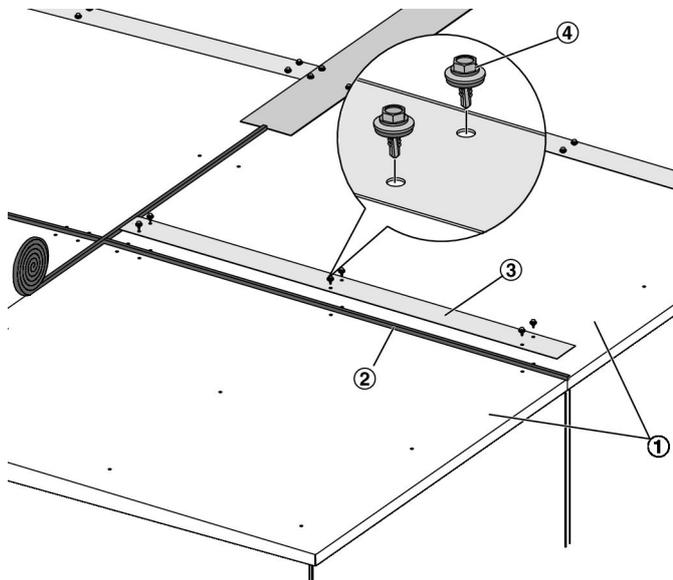

Abb. 16: Verbindung von Dachsegmenten
1. ▶ Alle Fugen zwischen den Dachsegmenten (Abb. 16 /1) mit selbstklebendem Fugen-Dichtungsband (Abb. 16 /2) verschließen. Dabei die Verarbeitungshinweise des Herstellers beachten. Anschließend die Abdeckschienen (Abb. 16 /3) anbringen und mit Bohrschrauben (Abb. 16 /4) befestigen.